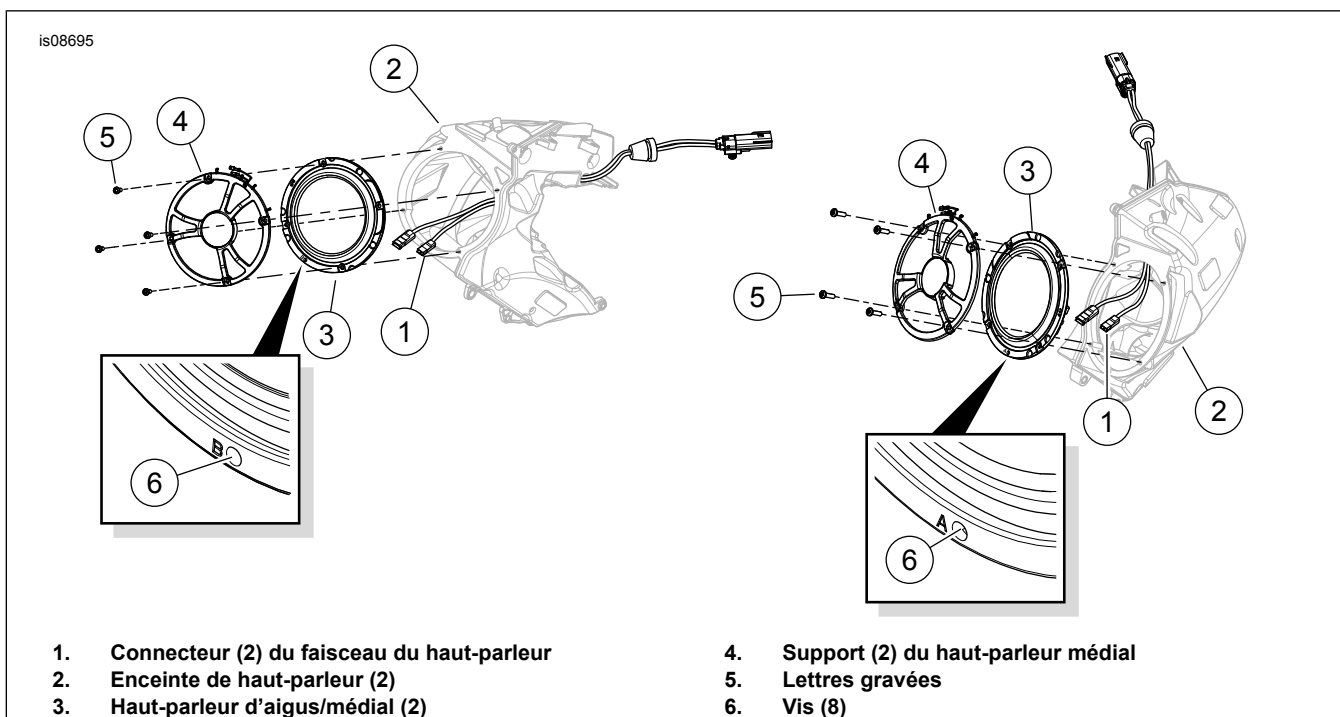

Figure 1. Installation du haut-parleur de graves
1. Consultez Figure 1 . Fixer les connecteurs (1) de faisceau de haut-parleur à l'intérieur de l'enceinte (2) sur les bornes embrochables à l'arrière du nouveau haut-parleur de graves (3). Des bornes embrochables de différentes tailles évitent un mauvais assemblage.